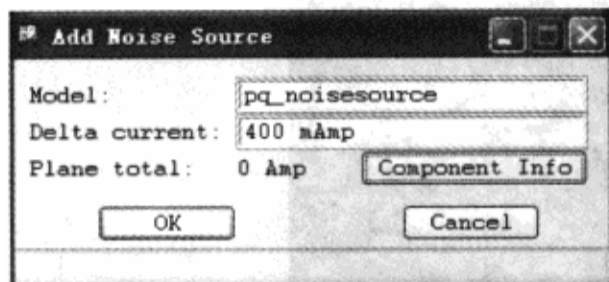

图 10-7-68 “Add Noise Source”对话框
(6) 如图 10-7-68 所示，在“Add Noise Source”对话框“Delta current”栏中输入“400 mA”→单击“OK”按钮，噪声源图标就会附着在光标上。